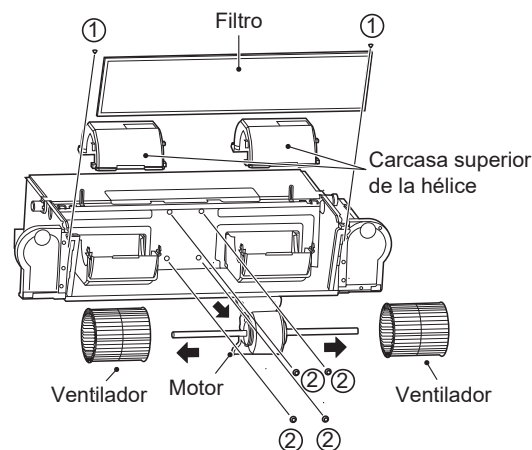

Figura 4-5 Extracción del filtro, carcasa superior y tornillos del motor.
- Como se muestra en la Figura 4-5, quite los tornillos ① * 2 para sacar el filtro.